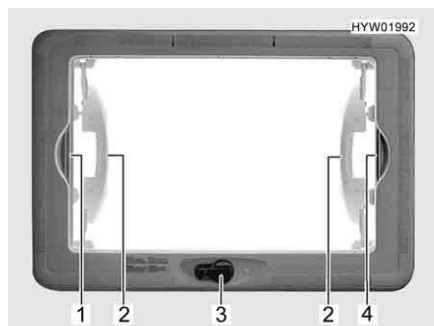

Fig. 66 Oblò sollevabile e ribaltabile
- Ruotare la manovella (Fig. 66,3) fino a quando non si incontra resistenza (angolo di apertura max. 70°).
- Afferrare ognuna delle maniglie (Fig. 66,2) con una mano e portare l'oblò sollevabile e ribaltabile nella posizione desiderata.
- Tirare la tendina oscurante pieghevole per la maniglia (Fig. 66,1) verso la maniglia contrapposta della zanzariera a rullo (Fig. 66,4) e farla innestare.
- Sganciare la maniglia della tendina oscurante pieghevole (Fig. 66,1).
- Chiusura:* ■ Tirare la zanzariera a rullo per la maniglia (Fig. 66,4) verso la maniglia contrapposta della tendina oscurante pieghevole (Fig. 66,1) e farla innestare.
- Apertura:* ■ Sganciare la zanzariera a rullo dalla maniglia della tendina oscurante pieghevole (Fig. 66,1).
■ Ricondurre lentamente la zanzariera a rullo accompagnandola con la maniglia (Fig. 66,4).